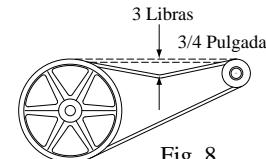

Fig. 8
- Compruebe la tensión de la correa.** Una fuerza de 3 libras debe desviar la correa 3/4 pulgadas (véase fig. 8). Ajuste la correa si es necesario.